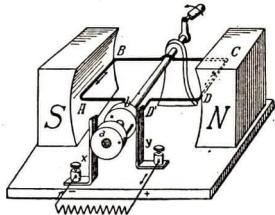

Abb. 385. Wechselstrom-Dynamomaschine
**1. Eine Wechselstrommaschine erkennt man daran,** daß die Schleiffedern auf zwei voneinander isolierten **Schleifringen** schleifen (Abb. 385), statt auf einem Lamellenkollektor.